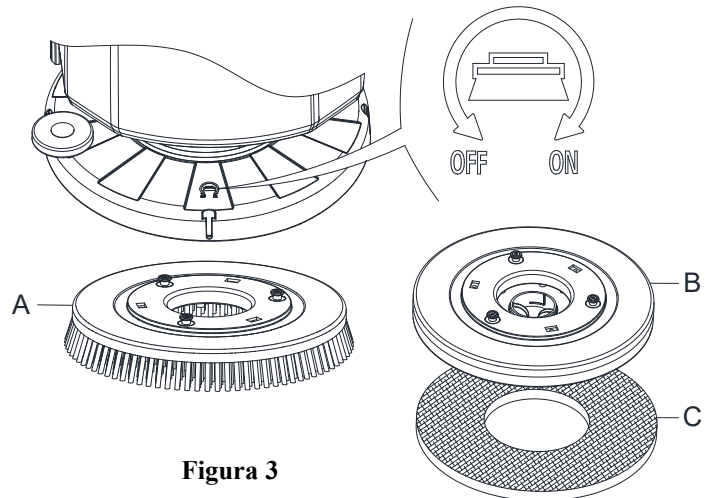

Figura 3
Instale el cepillo (A, Figura 3) o el porta-pad (B y C, Figura 3) según el tipo de suelo a limpiar.
3. Coloque los cepillos (A, Figura 3) o el porta-pad (B, Figura 3) debajo del cabezal (12, Figura 1).
7. Si el paso anterior n.6 es difícil de realizar, utilice el método manual girando el cepillo/porta-pad en la dirección opuesta a la dirección de giro normal (ON) para instalar el cepillo/porta-pad (como se ilustra en la Figura 3).